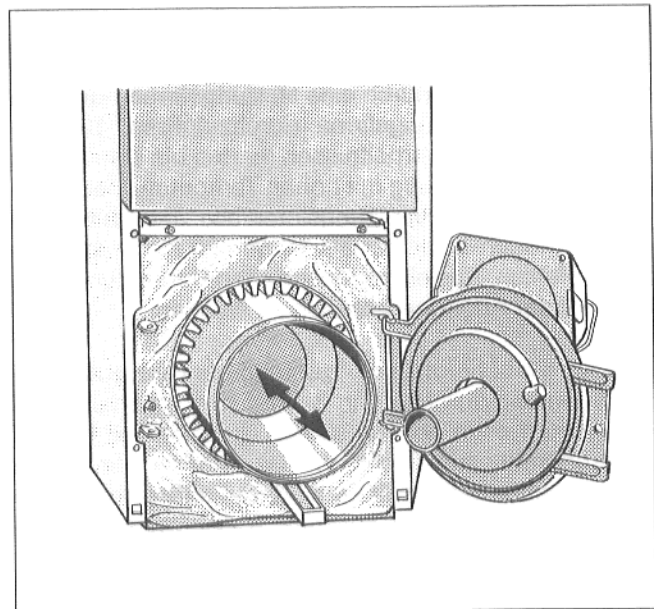

Abb. 34
- Brennertür öffnen, Flammtopf aus dem Feuerraum entnehmen (Abb. 34).
- Flammtopf aus dem Feuerraum entnehmen (Abb. 34).